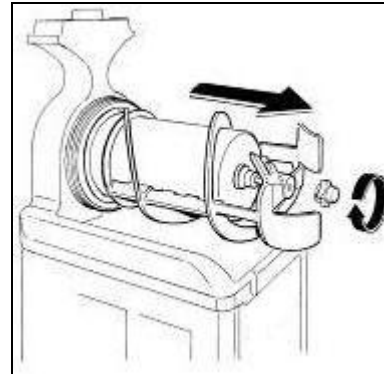

Abb. 17
- Schrauben Sie den Befestigungsmutter in Pfeilrichtung ab (Linksgewinde) und entnehmen Sie das Rührwerk und die Dichtungen (Abb. 17).